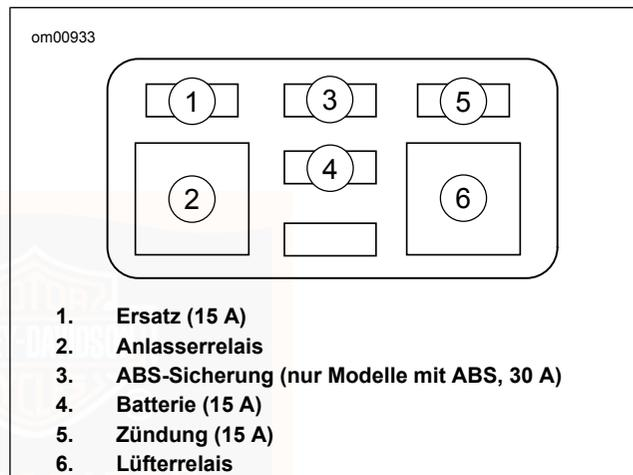

Abbildung 61. Vorderer Sicherungsblock: VRSC-Modelle
4. Siehe Abbildung 61. Die fehlerverdächtige Sicherung entfernen und den Schmelzeinsatz überprüfen. Die Sicherung ersetzen, wenn der Schmelzeinsatz durchgebrannt oder abgetrennt ist.